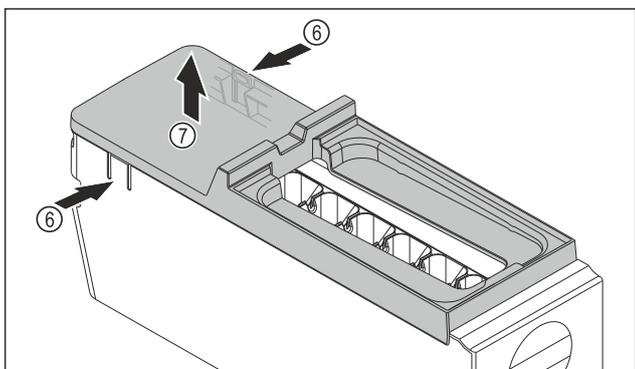

Fig. 142
- ▶ Odstráňte kryt korpusu EasyTwist-Ice: strmene Fig. 142 (6) na oboch stranách korpusu EasyTwist-Ice zatlačte rukou.
- ▶ Kryt Fig. 142 (7) odoberte druhou rukou smerom nahor.